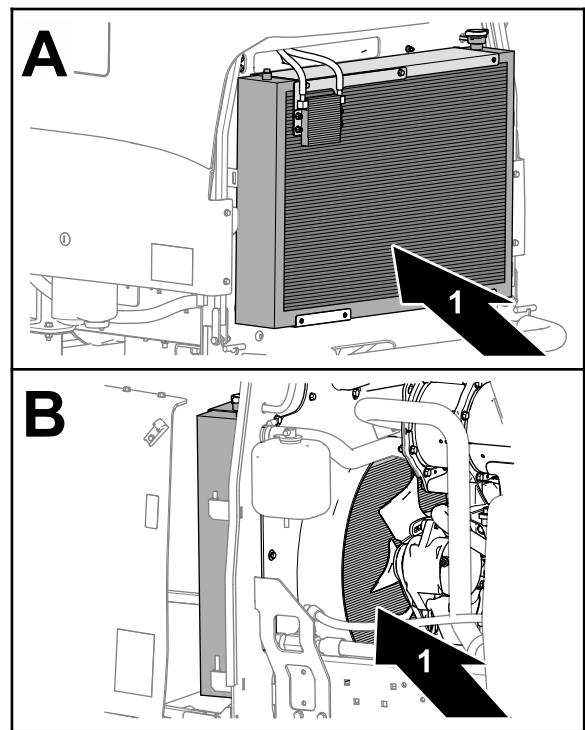

Figura 66
7. Limpie a fondo ambos lados del radiador y del enfriador de aceite con aire comprimido (Figura 66).